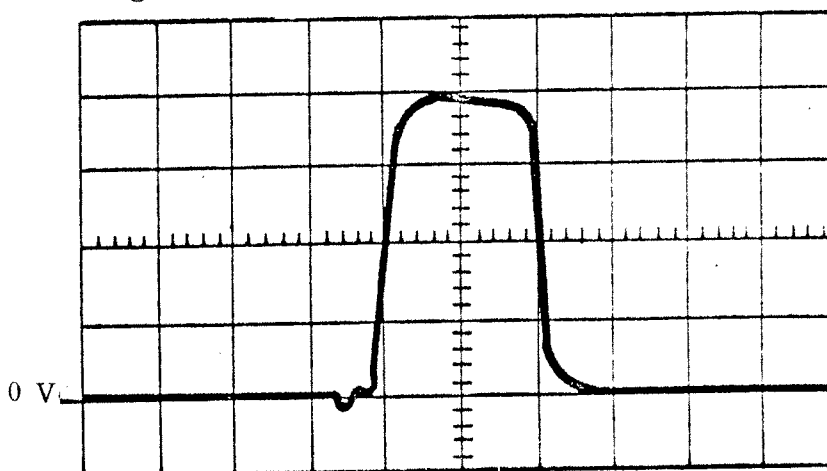

Bild 10
- 345.4 Se till att pulsformen är normal och att pulsbredden är $4 \mu\text{s}$. Justeras med potentiometern RV6 i modulatorn. Se bild 10. Ställ tillbaka omkopplaren EFFEKTETER i läge UTG INSTR.